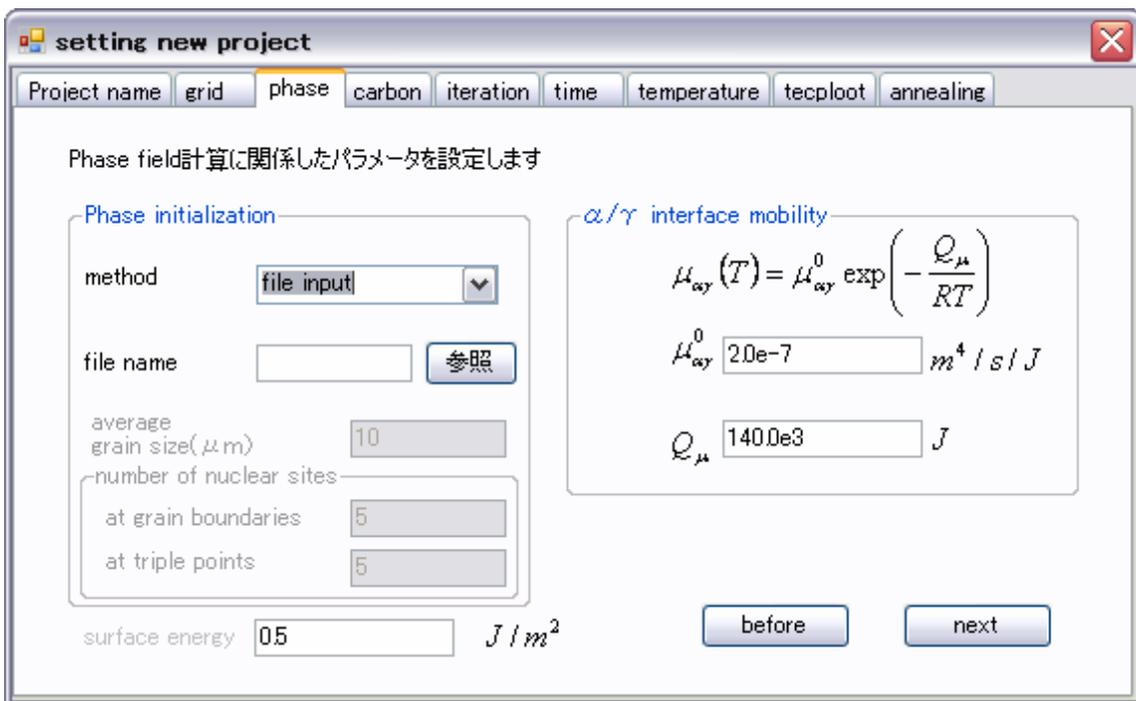

図 1.4(a) ボロノイ分割，移動度設定画面．“file input” モード
1) “file input” の場合 (図 1.4(a))
2) “random” の場合 (図 1.4(b))